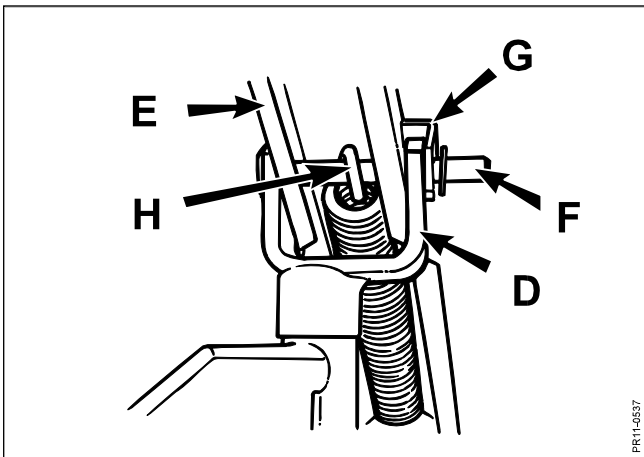

Fig. 1-3
- Fig. 1-3:** Toprammens gaffel D forbindes til aflasteren E ved hjælp af tappen F. Husk samtidig at montere parkeringslåsen G og aflastningsfjederen H.